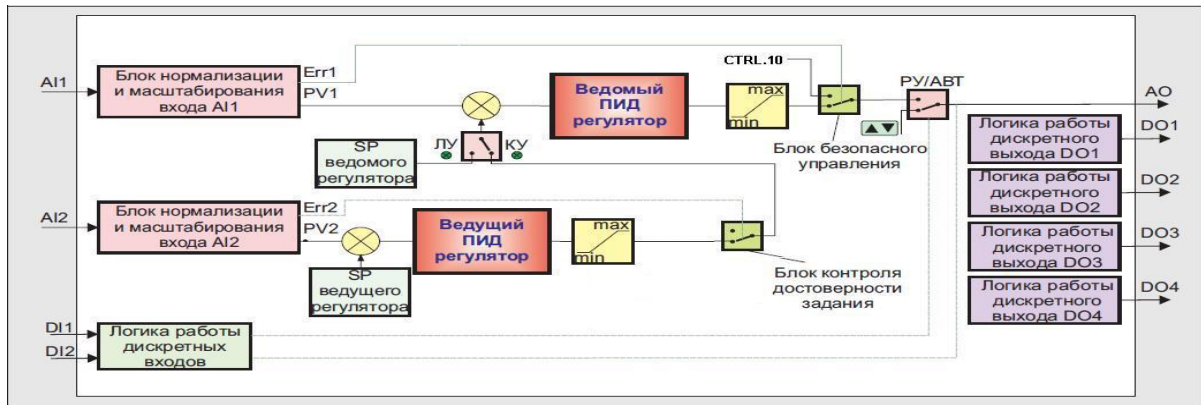

Рисунок 3.7 – Структурная схема каскадного аналогового регулятора
- каскадный ПИД-аналоговый (рис. 3.7)